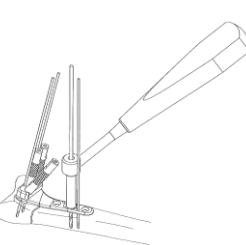

図8
- 8) プレート用2.0ドリルガイドを骨幹部2穴目の長穴中央に合わせ、ドリルガイドをガイドにして、2.0ドリルにてイメージ下でドリル先端位置を確認しながら、ドリル先端が背側皮質から2mm程度突出するまで穴あけを行います。（図8）